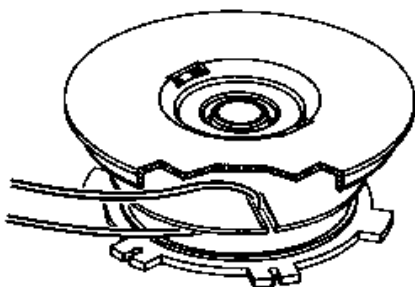

Fig. 15
4. Doubler une longueur de 4,3 m (14 po) de fil de coupe de 0,24 cm (0,095 po). Glisser le centre bouclé dans une des encoches du séparateur de bobiner (Fig. 15).